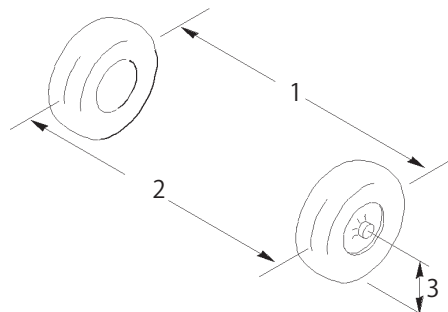

図50
2. 前輪の前と後ろで、左右のタイヤの中央線間距離を測る (図50)；計測はアクスルの高さで行う。前での測定値が3～6 mm 小さければよい。